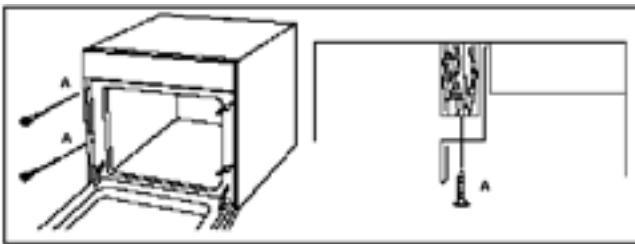

Figura 4
- ❖ Abra la puerta y asegurar el horno de la cocina del gabinete con cuatro tornillos para madera , que se ajustan a los orificios previstos en ambos lados del marco del horno (A) . (Ver Figura 4)